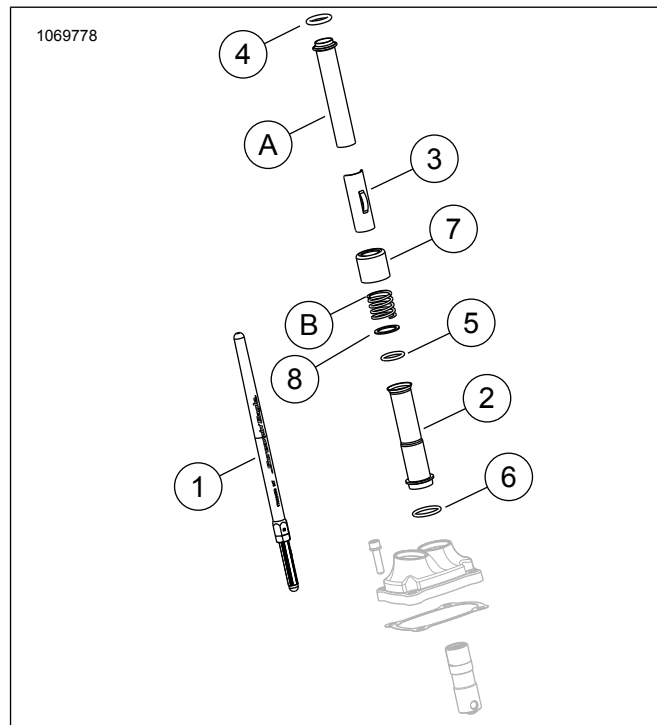
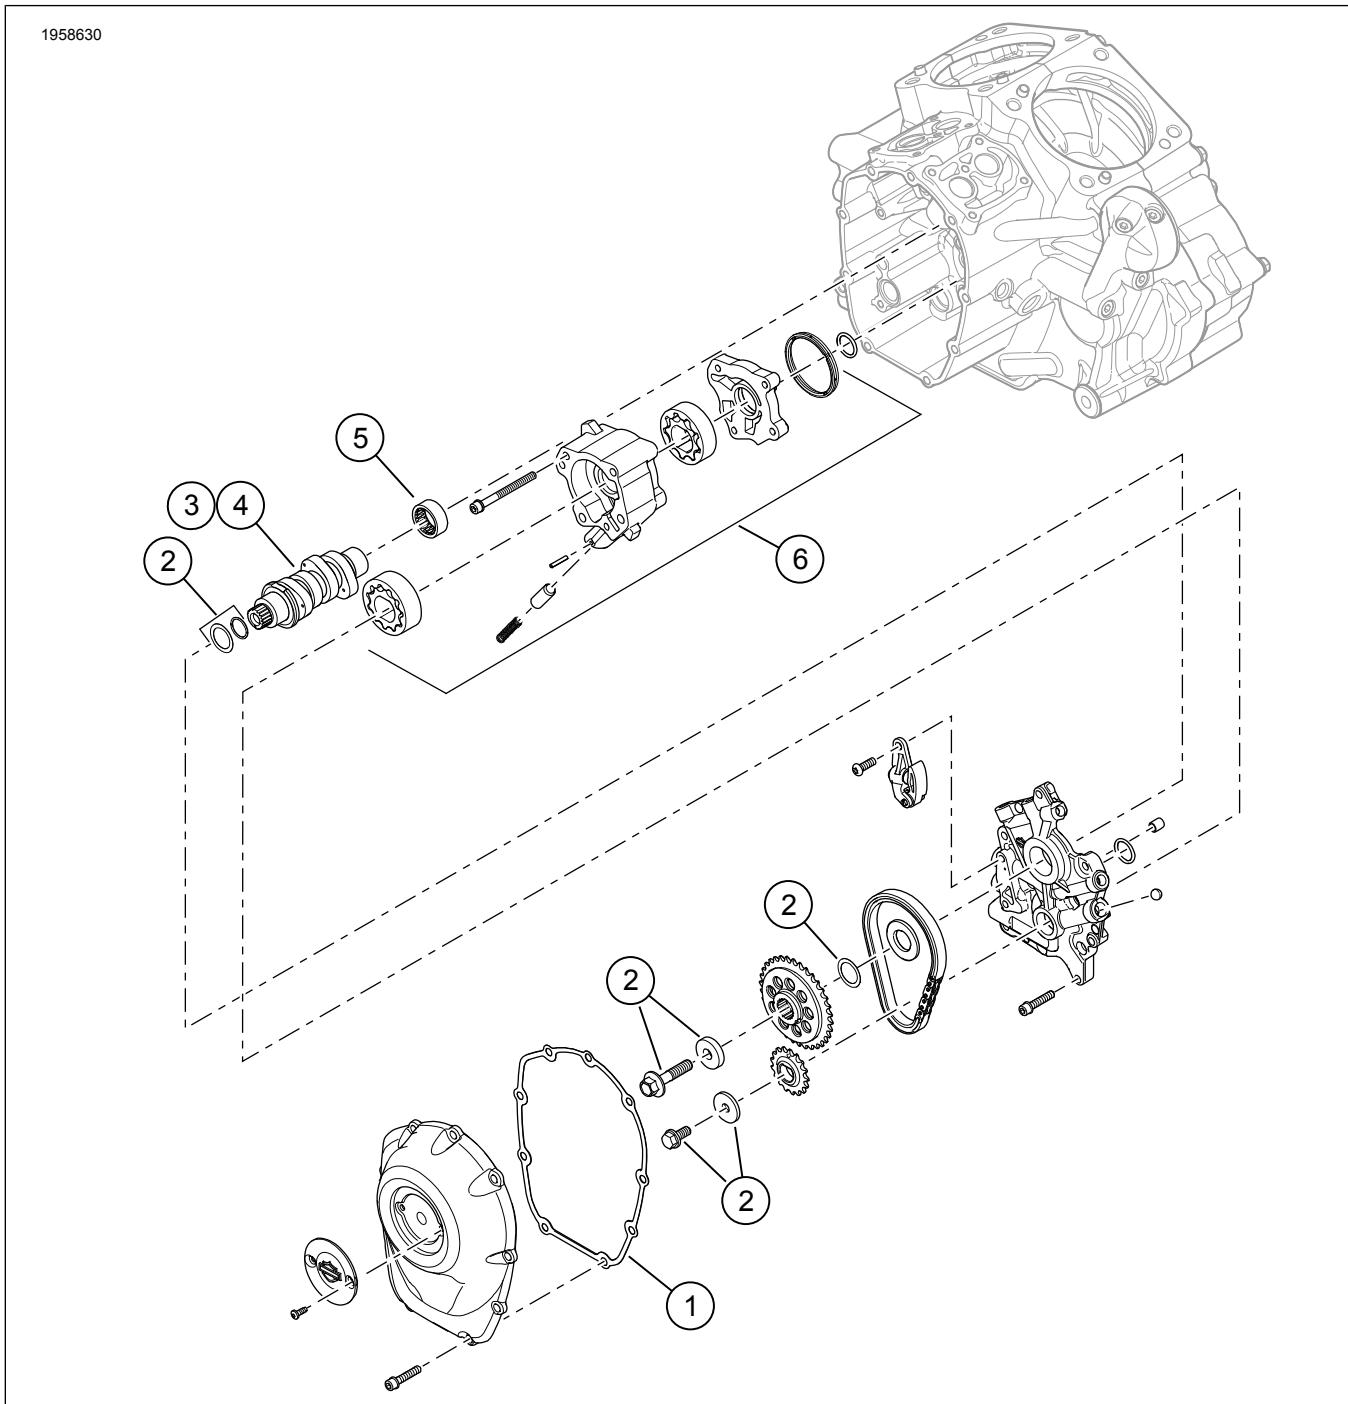

Figura 3. Piezas de servicio
Figura 4. Piezas de servicio: Kit Screamin' Eagle Milwaukee-Eight Stage 2
Vea Figura 3 a Figura 4 , y Tabla 2 a Tabla 3 .
1. Figura 4 Instale la bomba de aceite. Consulte MOTOR en el manual de servicio.